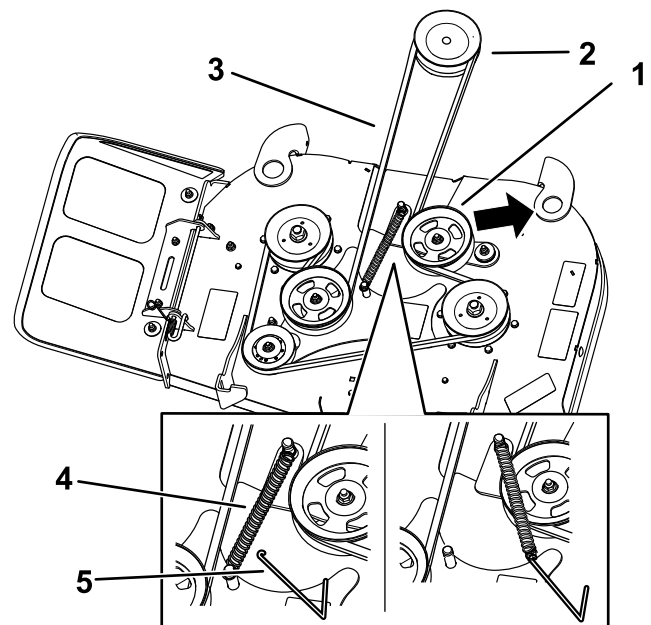
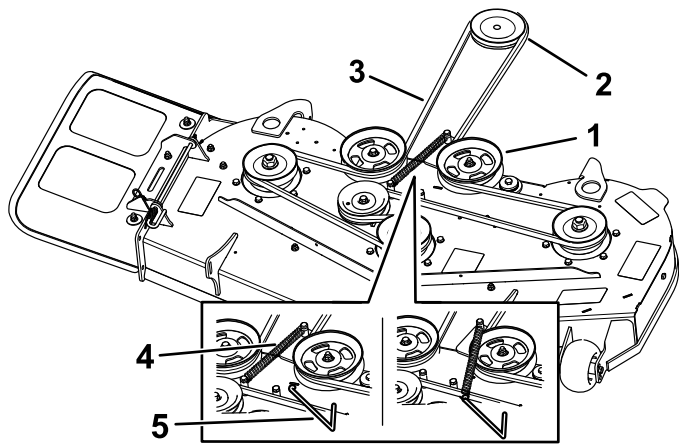

Bild 52
Bild 53
2. Schraube (4)
5. Verwenden Sie ein Werkzeug zum Entfernen der Feder (Toro-Teilnr. 92-5771), um die Spannscheibenfeder vom Mähwerkhaken zu entfernen, um die Spannung von der Riemenscheibe zu nehmen und den Riemen von den Riemenscheiben abzurollen (Bild 52 oder Bild 53).
6. Legen den neuen Riemen um die Kupplungs- und Mähwerkscheiben (Bild 52 oder Bild 53).
7. Haken Sie die Spannscheibenfeder in den Mähwerkhaken ein (Bild 52 oder Bild 53).